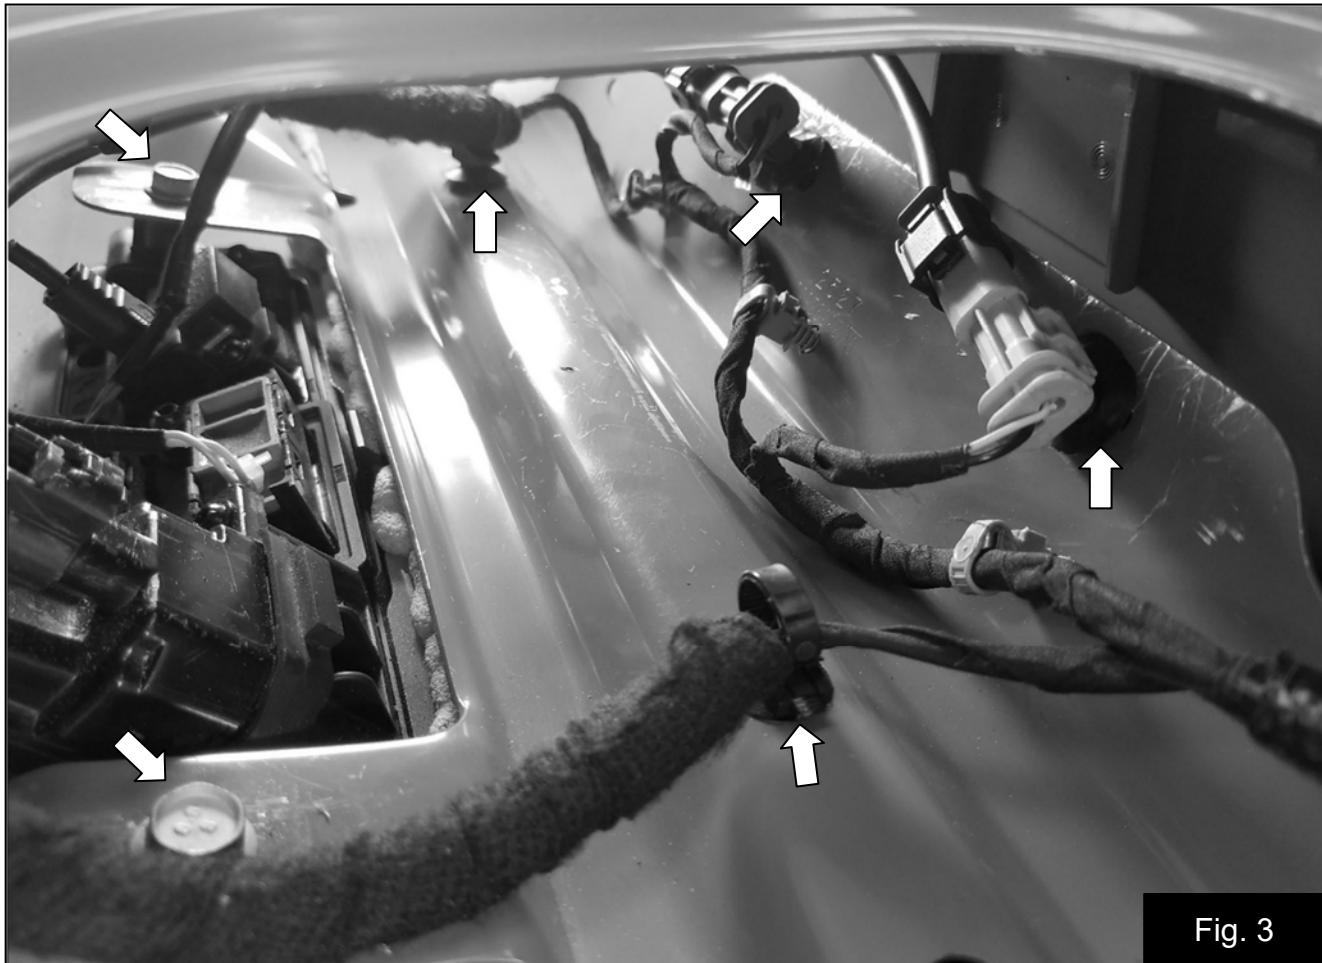

Fig. 3
4. Afloje los dos pernos que sujetan la manija de la compuerta posterior. Fig. 3
5. Retire los retenedores de cable indicados. Fig. 3